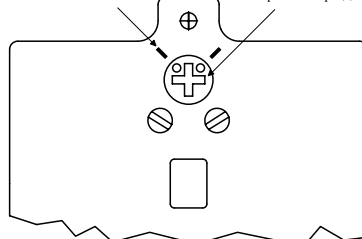

fig. 6
- в) Смонтировать новый цилиндр, обращая внимание на то, чтобы вырезы на пластинке цилиндра соответствовали с вырезами бороздки цилиндра (рис.6)